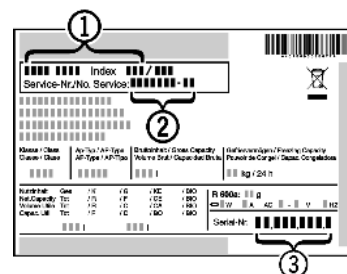

Fig. 11
- ▶ Identificați denumirea aparatului *Fig. 11 (1)*, numărul de service *Fig. 11 (2)* și numărul de serie *Fig. 11 (3)* pe marca de fabricație. Marca de fabricație se află pe partea stângă în interiorul aparatului.
- ▶ Informați serviciul de asistență a clienților și comunicați tipul defecțiunii, denumirea aparatului *Fig. 11 (1)*, numărul de service *Fig. 11 (2)* și numărul de serie *Fig. 11 (3)*.